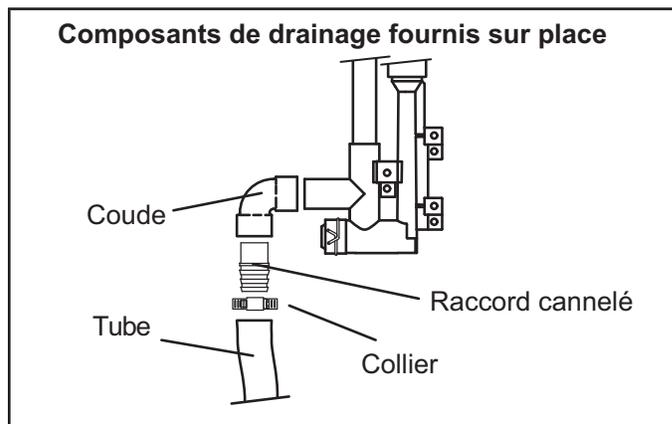

FIGURE 47
**REMARQUE** - Des tuyaux et des raccords cannelés de taille appropriée peuvent être utilisés pour la purge du condensat. Fixer le drain au purgeur avec un collier. Voir Figure 47.